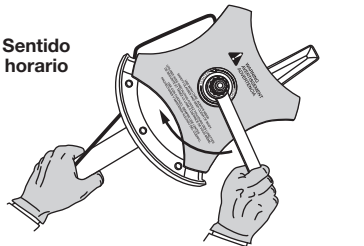

Fig. 14
- Sostenga la varilla de cierre en su lugar junto al brazo de la unidad (Fig. 14).
- Mientras sostiene la varilla de cierre, afloje la tuerca de la cuchilla girándola en sentido horario con una llave de casquillo o de boca cerrada de 1/2 de pulgada (Fig. 14).